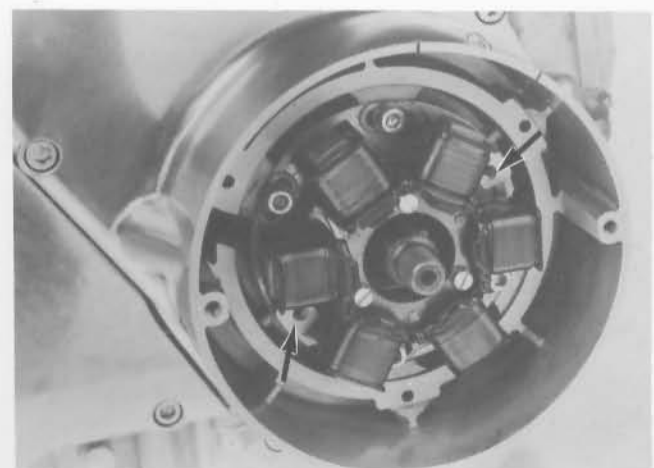

Fig. 160
- 5) Svitare le brugole di fissaggio e togliere la piastra statore (esistono due fori diametrali filettati da  $\varnothing 4 \times 0.7$  in cui avvitare due bulloncini da usare come estrattori per il distacco della piastra) (Fig. 160).
- 5) Undo the securing Allen screws and remove the stator assembly. There are two  $4 \times 0.7$  threaded holes on the stator plate in which can be screwed two bolts that act then as puller screws to aid plate removal (Fig. 160).